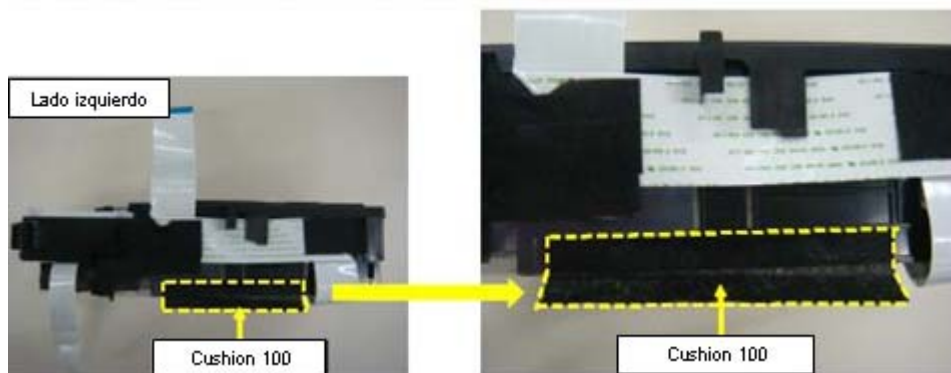

Fig. 3.6
2.2 Pegue solo la mitad del cushion 100 en el mecanismo del CD como lo muestra la Fig. 3.6